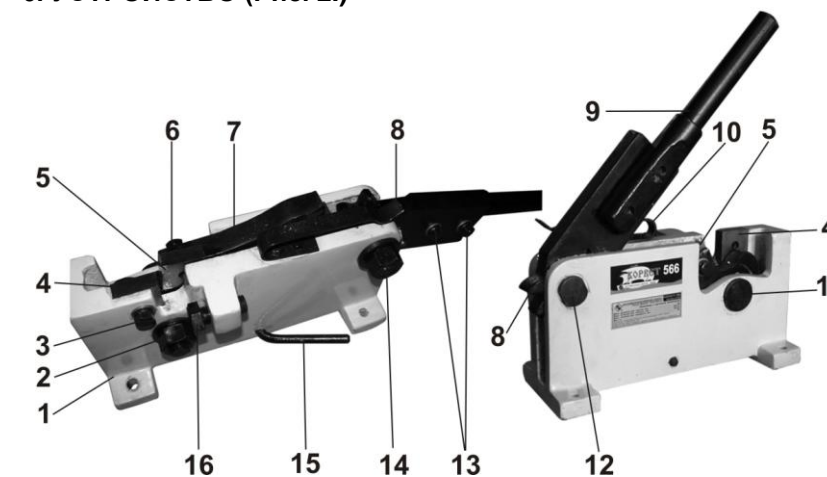

Рис. 2
6. УСТРОЙСТВО (Рис. 2.)
7. МОНТАЖ (Рис. 2)
7.1. Закрепите ножницы на прочной и устойчивой рабочей поверхности верстака с помощью болтовых соединений (не комплектуется) через монтажные отверстия в корпусе (1).
8. СБОРКА (Рис. 2)
9. РАБОТА (Рис. 2)
10.1.1. Перед началом работы смажьте зубья зубчатых рычагов (7) и (8) (Рис. 2) небольшим количеством консистентной смазки.